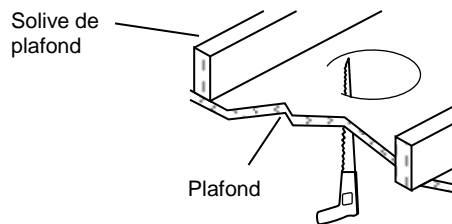

Fig. 1
2. Utilisez une scie à guichet pour pratiquer une ouverture de 4 ¼ po (10,8 cm) de diamètre dans la cloison du plafond. (Fig. 1) (**Note:** veiller à ce que l'ouverture ne dépasse pas les dimensions prescrites par le gabarit. Une ouverture trop grande pourrait nuire à l'installation adéquate du luminaire.)